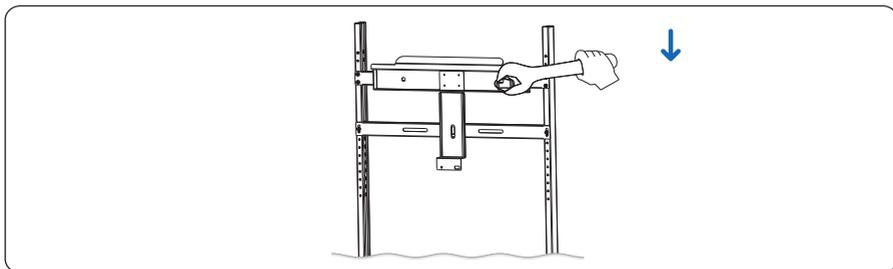

Figura 4.10 Apertando o painel traseiro com o suporte
Passo 2 Recomenda-se a montagem de suporte do inversor. Aperte o suporte e o painel traseiro usando o parafuso M12 e o torque necessário é de 42N.m, conforme mostrado na Figura 4.10.